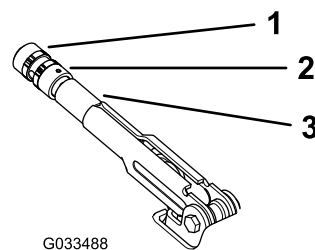

Figura 60
3. Gire el pomo (Figura 60) hasta que se requiera una fuerza de 20–22 kg para accionar la palanca.
4. Apriete el tornillo de fijación cuando termine (Figura 60).